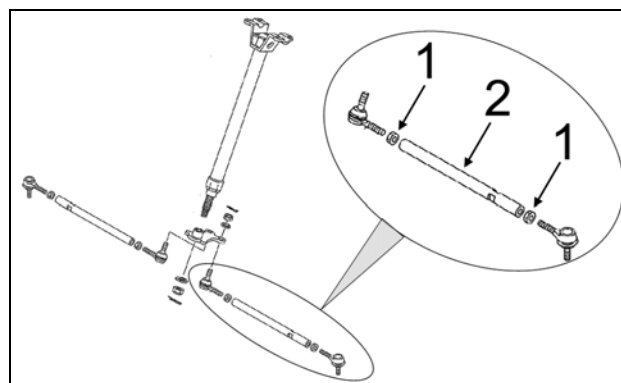

Figure 20
Pour effectuer l'ajustement sur le VTT, premièrement, débloquer les écrous (1) à chaque extrémité des tiges d'accouplement (2) de la direction, visser ou dévisser ensuite la tige d'accouplement (2) d'un nombre de tours égal des deux côtés du véhicule. Resserrer les écrous après avoir complété l'ajustement. Figure 20.